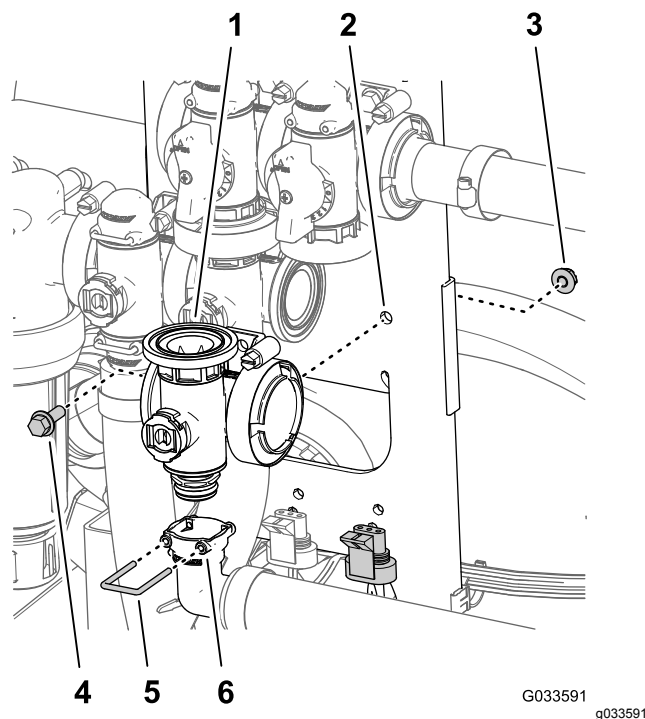

Figura 118
2. Retire la horquilla de retención que sujeta el conector de salida de 90° al acoplamiento del distribuidor de la válvula maestra (Figura 118).
3. Retire el perno con arandela prensada ($\frac{1}{4}$ " x $\frac{3}{4}$ ") y la tuerca con arandela prensada ($\frac{1}{4}$ ") que sujetan la válvula maestra al soporte de la válvula, y retire el distribuidor de la válvula de la máquina (Figura 118).